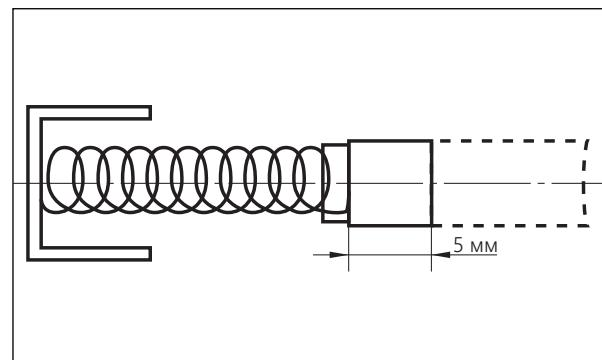

Рисунок 12.
- замените щётки, если графитовая поверхность щеток изношена и их длина меньше 5 мм (рис. 12);